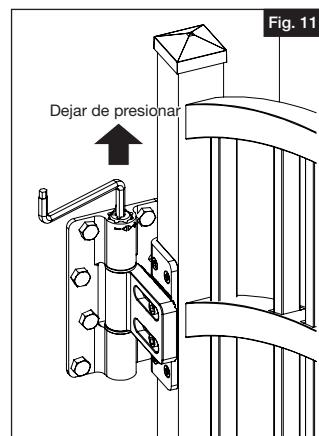

Fig. 11
- c.) Cuando se haya logrado la tensión deseada, simplemente dejar de presionar el perno de ajuste de tensión para que se bloquee de nuevo en el barril de la bisagra. Las lengüetas en la cabeza del perno encajan en las muescas del barril de la bisagra cuando el perno está completamente bloqueado (Fig. 11).